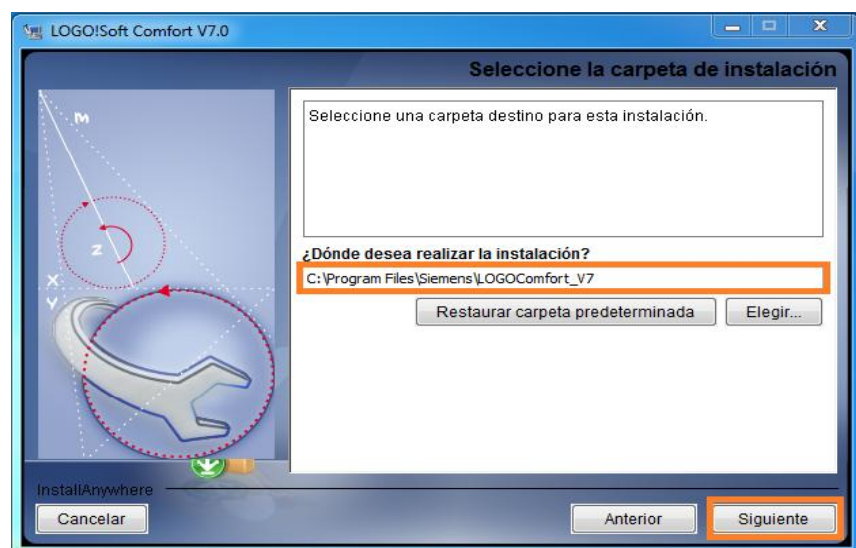

Figura 45: Carpeta donde se guardara la instalación.
4. Seleccionar la carpeta donde se va a realizar la instalación del programa, por lo general esta direccionado al disco C Figura 45.